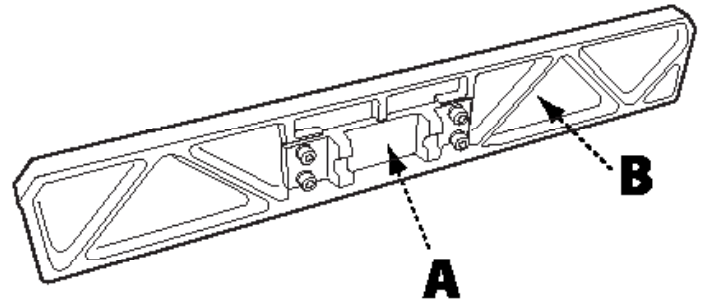

FIGURA 2
2. Como se indica en la figura 2, deslice la mordaza en cola de milano (C) en el soporte del tope guía (D) asegurando que las partes superiores de ambos pasadores inferiores en la mordaza estén al ras con la superficie inferior de la abrazadera de soporte del tope guía. Sujete ligeramente la mordaza en cola de milano al soporte del tope guía con la agarradera de cierre divisora (E).